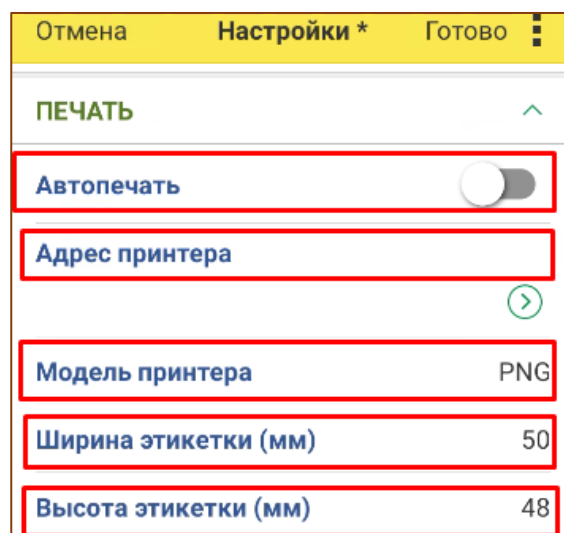

Рис. 5.7 - Настройка параметров печати
- **Высота этикетки** = Указать параметр этикетки (Рис. 5.7).